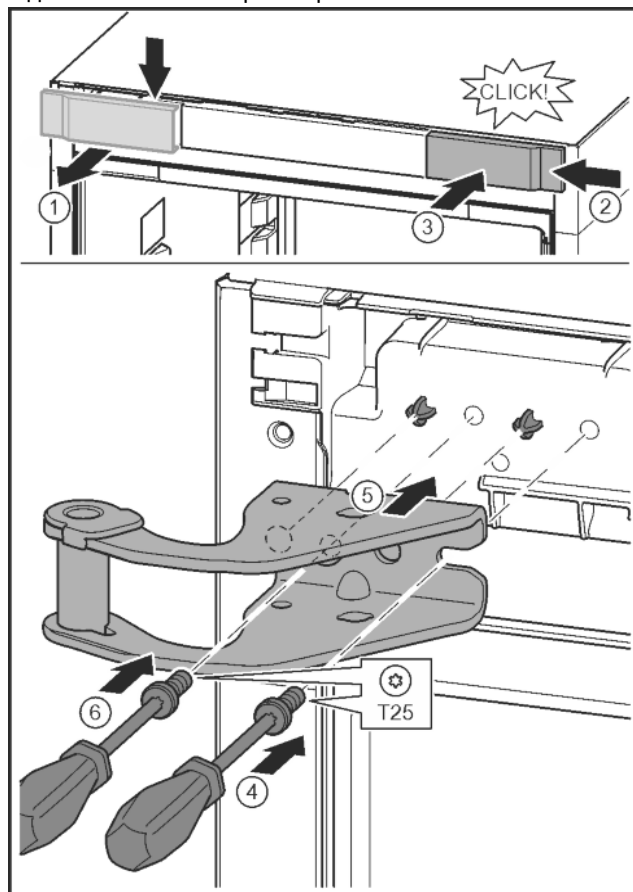

Fig. 12
- ▶ Відпустіть кришку та зніміть збоку. Fig. 12 (1)
- ▶ Почепіть кришку, що повернута на 180°, з іншого боку праворуч. Fig. 12 (2)
- ▶ Зафіксуйте кришку. Fig. 12 (3)
- ▶ Встановіть гвинт за допомогою викрутки T25. Fig. 12 (4)
- ▶ Встановіть верхній опорний кронштейн. Fig. 12 (5)
- ▶ Закрутіть гвинт. Fig. 12 (4)
- ▶ Встановіть та закрутіть гвинт за допомогою викрутки T25. Fig. 12 (6)